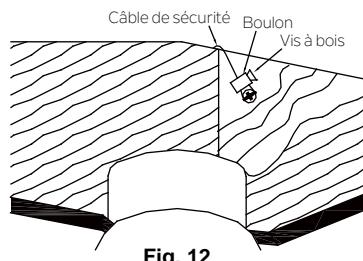

Fig. 12
**Étape 2.** Insérez le câble de sécurité à travers le support de montage et l'un des trous dans le boîtier externe dans le plafond. Ajuster la longueur du câble de sécurité pour atteindre la vis et les rondelles en tirant le câble supplémentaire à travers le serre-câble jusqu'à ce que la longueur totale soit correcte, remettre l'extrémité du câble à travers le serre-câble en formant une boucle à l'extrémité du câble. Serrer fermement le serre-câble. Placer la boucle à l'extrémité du câble de sécurité sur la vis à bois et sous la rondelle. Serrer correctement la vis à bois. (Fig. 12)